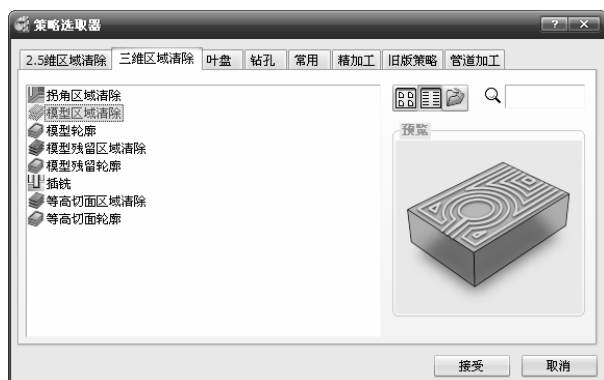

图 5-153 “策略选取器”对话框
1) 单击主工具栏上的“刀具路径策略”按钮, 弹出“策略选取器”对话框，单击“三维区域清除”选项卡，在弹出的三维区域清除策略选项中选择“模型区域清除”加工策略，如图 5-153 所示。单击“接受”按钮完成。